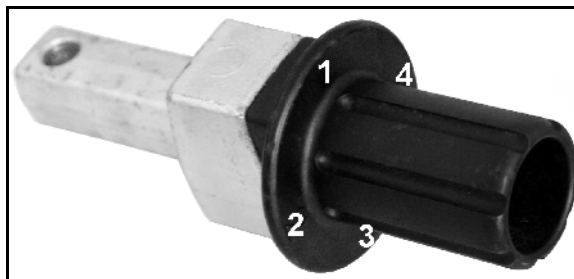

Fig. 49
1. Fjern klapsplitten (Fig. 49/3) entfernen.
2. Sæt svingarmen (Fig. 49/2) i indgreb svarende til den ønskede omdrejningsretning.
3. Forlæng/forkort spindelen ved hjælp af håndtaget (Fig. 49/1).
4. Sørg for at sikre indstillingen med klapsplitten (Fig. 49/3).